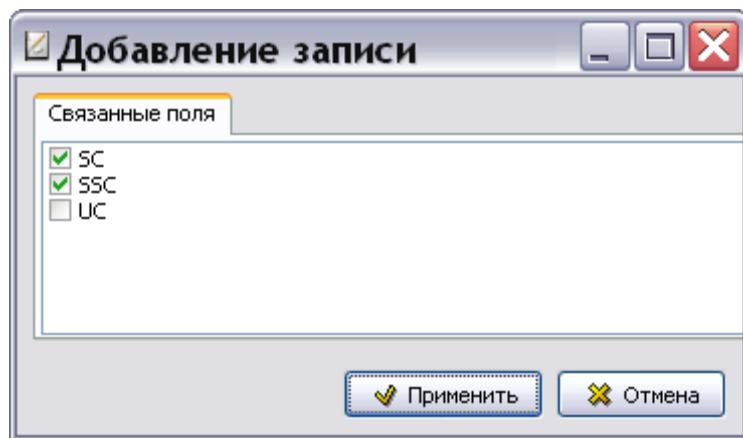

Рис. 2.32
4. В окне **Добавление записи** для связанных полей выберите поля, к которым применяется отличительный код системы, – SC и SSC (Рис. 2.32).